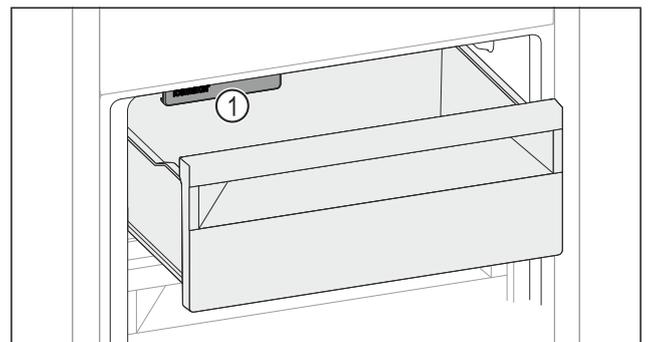

Fig. 61
- ▶ Lebensmittel in Schubfach einlegen. Wenn Sie Lebensmittel in der linken Schubfachseite einlegen: IceMaker Fig. 61 (1) berücksichtigen.